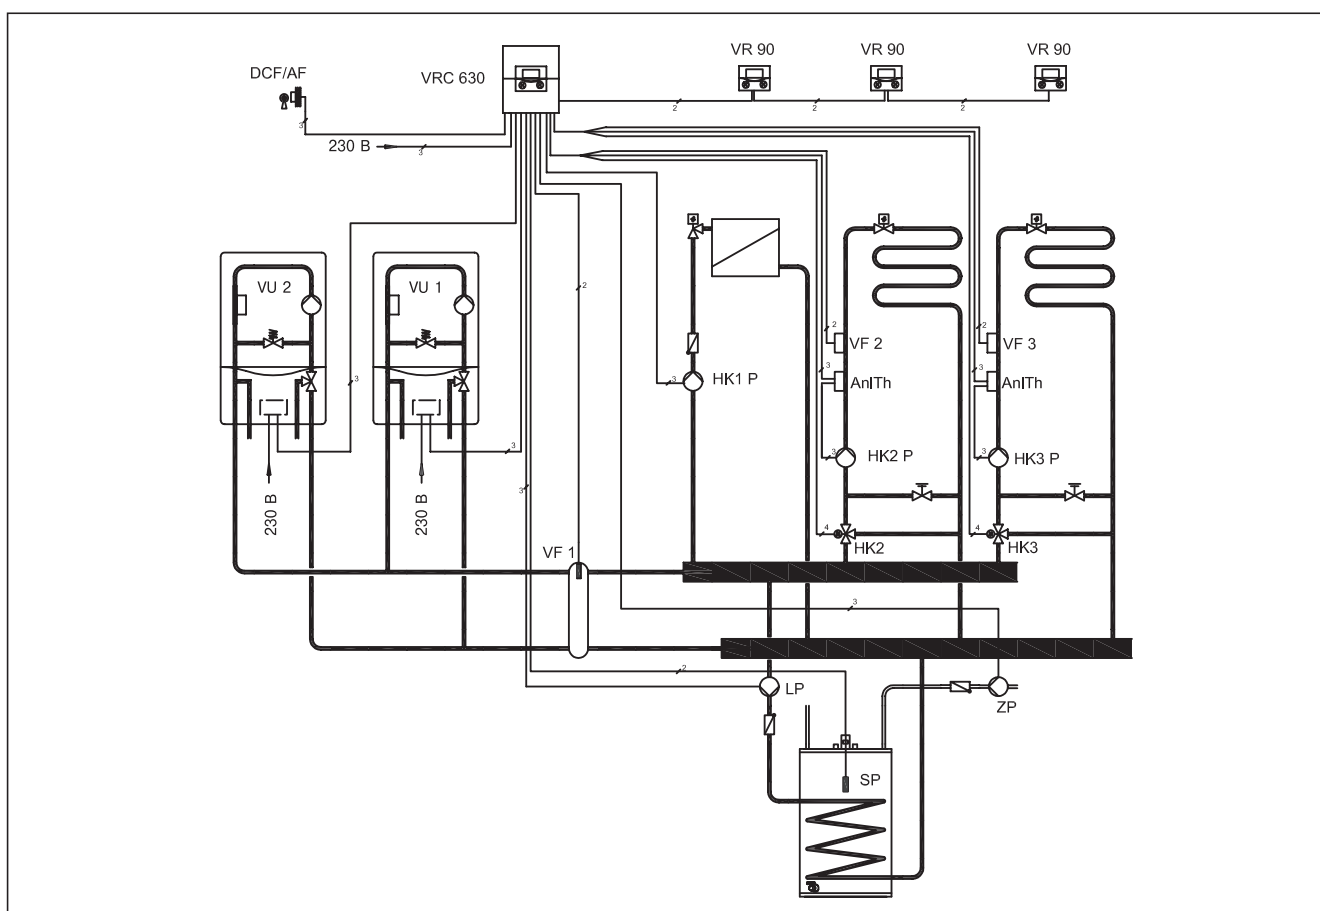

Рис. 4.6: Настенные отопительные котлы VU в каскаде, с VRC 630 и водонагревателем после разделителя
- Выполните подключение проводов к присоединительным клеммам в соответствии с монтажной схемой соединений, как показано на рис. 4.6.
- Обеспечьте то, чтобы уплотнение кожуха было правильно закреплено в верхней части кожуха (1) и прижмите верхнюю часть к кожуху.
- Закрепите верхнюю часть кожуха (1) посредством прилагаемых винтов на нижней части кожуха (2).